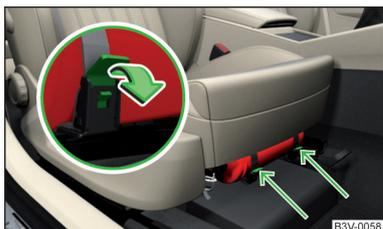

Fig. 240
► Détacher les deux sangles en tirant les dispositifs de sécurité respectifs dans le sens de la flèche » fig. 240.